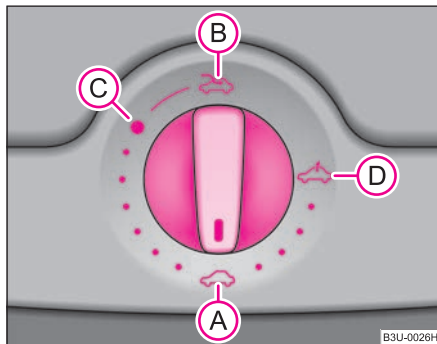

Fig. 30 Bouton rotatif pour le toit ouvrant/relevable électrique
Le toit ouvrant/relevable électrique est commandé au moyen du bouton rotatif ⇒ fig. 30 et fonctionne uniquement si le contact est mis. Le bouton rotatif possède plusieurs crans.
- Faites tourner le bouton sur la position **C** ⇒ fig. 30.
- Faites tourner le bouton sur la position **(A)** ⇒ page 42, fig. 30.
Le toit ouvrant/relevable est équipé d'une protection contre les efforts excessifs. Le toit ouvrant/relevable stoppe et repart en arrière de quelques centimètres s'il ne peut pas se fermer à cause d'un obstacle (par ex. glace). Vous pouvez fermer complètement le toit ouvrant/relevable sans protection contre des efforts excessifs si vous appuyez sur l'avant ou l'arrière du contacteur en position **(A)** ⇒ page 42, fig. 30 jusqu'à ce que celui-ci soit complètement fermé ⇒ **(A)**.
Après chaque actionnement de secours (avec une clé mâle coudée pour vis à six pans creux), le toit ouvrant/relevable doit être remis sur sa position initiale. Vous devez donc maintenir l'avant du bouton rotatif pendant 10 secondes environ sur la position **(A)** ⇒ page 42, fig. 30. ■